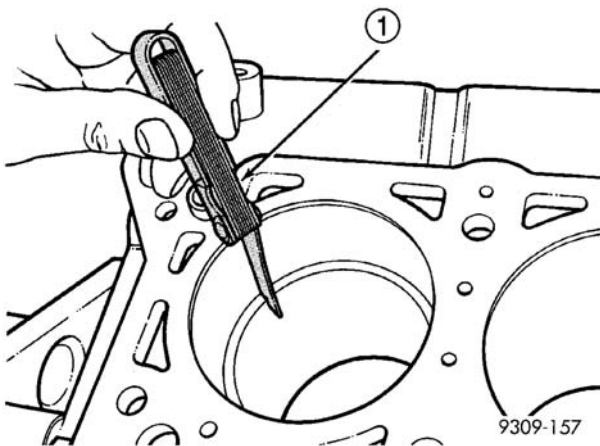

图 70 活塞环间隙
(1) 将气缸擦拭干净。插入活塞环并与活塞一起向下推进气缸内以保证活塞环在缸内妥善定位。进行环间隙测量必须在环置定在自缸径底部至少 12mm (0.50inch) 的位置进行。用测隙规检查间隙(图 70)。参见发动机规格。